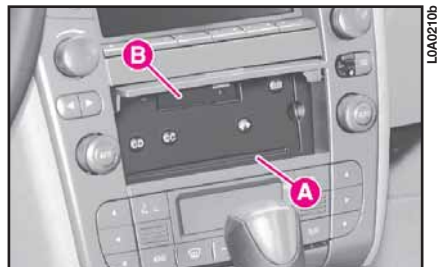

fig. 221
- reproductor de CD audio/CD ROM de navegación **A** (fig. 221) en el salpicadero